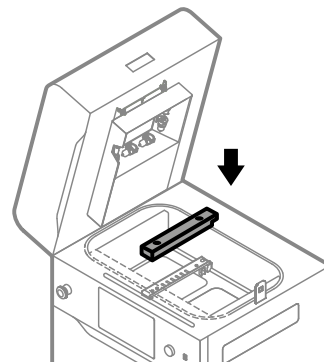

Abb. 12.17 Bringe die schwarze Abdeckung des Recoaters wieder an und ziehe die Schrauben fest.
27. Bringe die schwarze Abdeckung des Recoaters wieder an (Abb. 12.17).